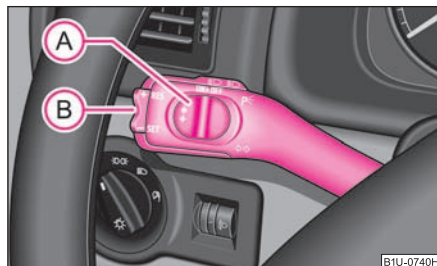

Fig. 109 Maneta: tasta basculantă și comutatorul sistemului de viteză de croazieră
- Instalația de reglare a vitezei de croazieră se activează prin împingerea comutatorului (A) → fig. 109 în poziția **ON**.
- După atingerea vitezei dorite apăsați tasta (B) în poziția **SET**.
- Viteza memorată poate fi **mărită** fără acționarea pedalei de accelerație, prin apăsarea tastei (B) ⇒ fig. 109 în poziția **RES**.
- Dacă mențineți tasta (B) în poziția **RES**, viteza se mărește continuu. După atingerea vitezei dorite, eliberați tasta. Astfel viteza nou memorată este preluată în memorie.
Viteza memorată poate fi **reluată** prin eliberarea pedalei de frână sau de ambreiaj și prin scurta apăsare a tastei (B) ⇒ fig. 109 în poziția **RES**. ▶
- Deplasați comutatorul (A) ⇒ pagina 99, fig. 109 spre dreapta, în poziția **OFF**. ■